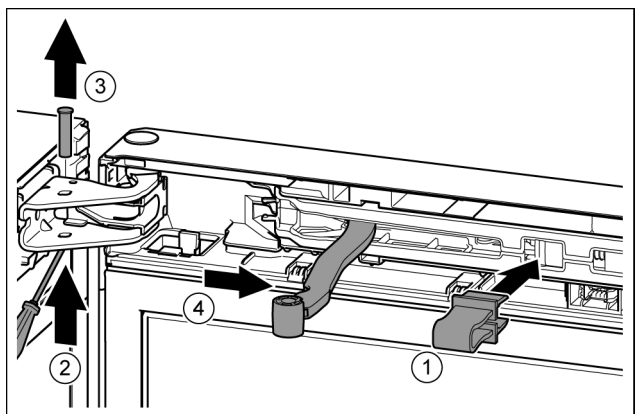

Fig. 10
- ▶ Sicherung in Öffnung einrasten. Fig. 10 (1)
- ▶ Bolzen mit Schraubendreher herausschieben. Fig. 10 (2)
- ▶ Bolzen nach oben herausnehmen. Fig. 10 (3)
- ▶ Gelenk in Richtung Tür drehen. Fig. 10 (4)